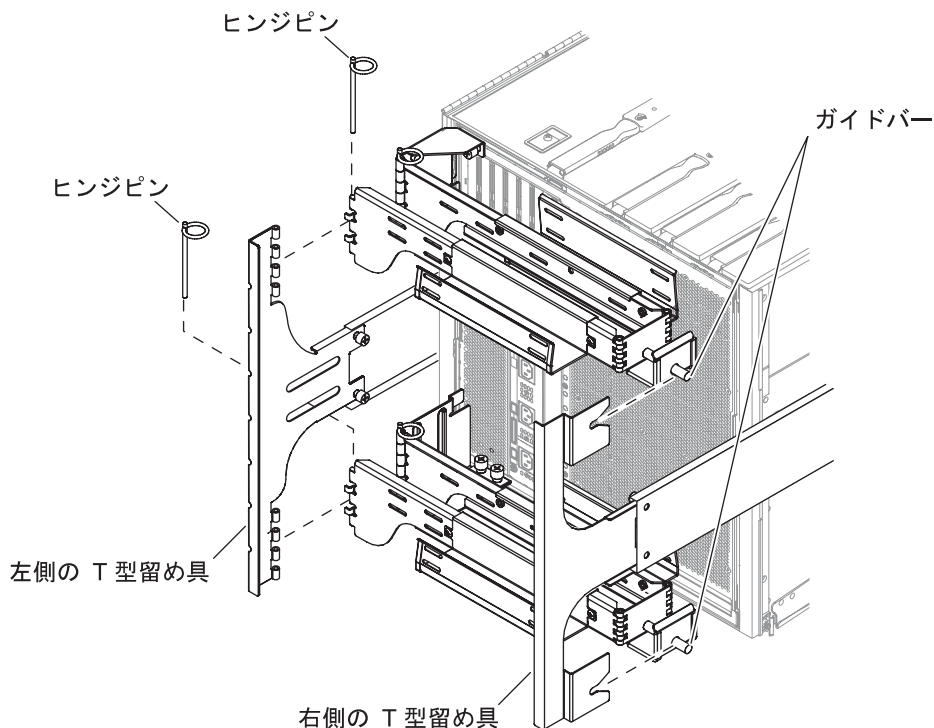

図 14-12 上部および下部の CMA アームの T 型留め具への取り付け
10. ヒンジピンを1つ使用して、上部 CMA アームを左側の T 型留め具に固定します (図 14-12)。
11. ヒンジピンを1つ使用して、下部 CMA アームを左側の T 型留め具に固定します (図 14-12)。